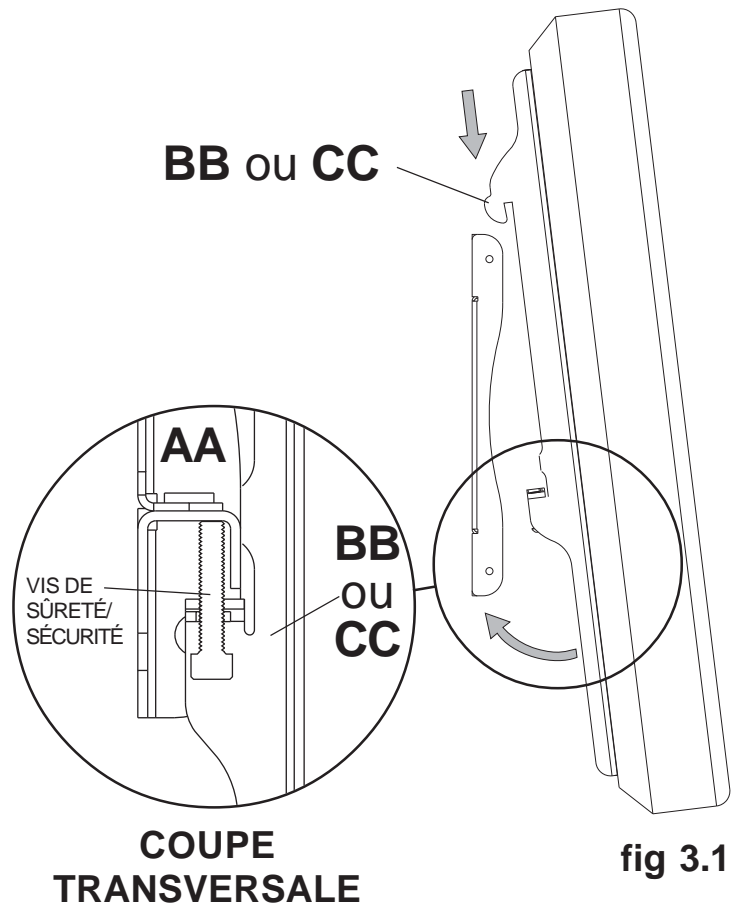
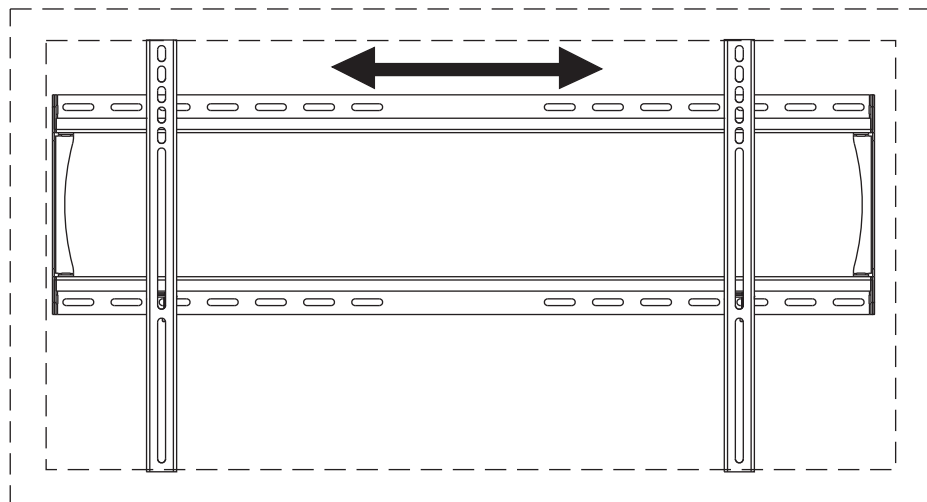

fig 3.1
fig 3.2
**3** Accrochez les supports adaptateurs (**BB** ou **CC**) à la plaque murale (**AA**). Puis, faites pivoter lentement l'écran vers l'intérieur, comme illustré. Tournez les vis de sûreté/sécurité à l'aide d'une clé hexagonale (**FF**) au moins six fois dans le sens horaire pour éviter le retrait de l'écran comme illustré dans la coupe transversale de la fig. 3.1. L'écran peut être réglé horizontalement selon le besoin comme illustré à la fig. 3.2.